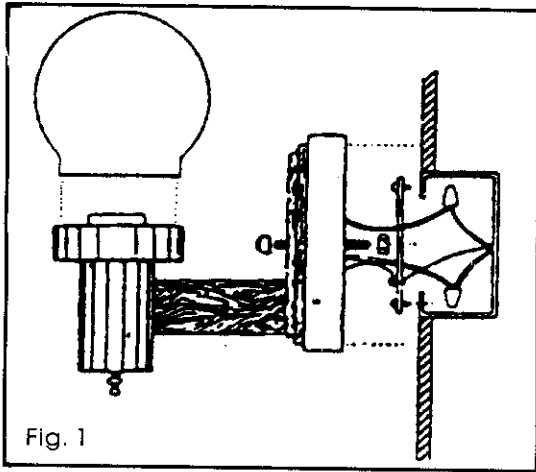
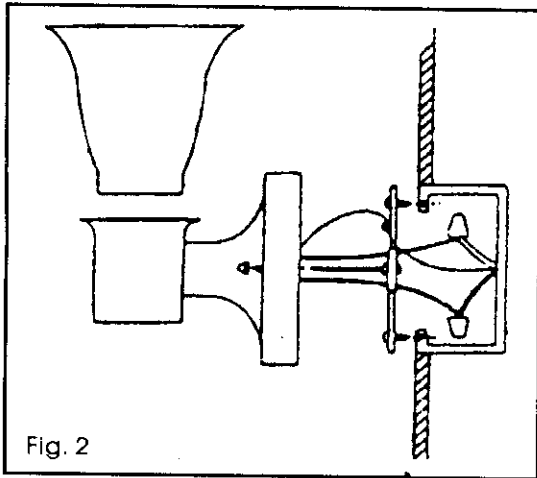

Fig. 1
Fig. 2
2. Some fixtures are provided with a threaded nipple (see Fig. 1 and Fig. 5) or machine screws (see Fig. 2 and 2A) for attaching the fixture to the mounting bracket. If your fixture is supplied with a threaded nipple screw, the nipple 3 complete turns into the mounting bracket and lock into place with a hexagon lock nut. If your fixture is supplied with machine screw, thread the machine
2. Algunas lamparas vienen con un tubo de roca (ver fig. 1 y 5) o tornillos de metal (ver fig. 2y 2a) para fijar la lampara a los soportes de montaje. Si su lampara tiene un tubo de roca, atornille el niple 3 completamente en el soporte y fíjelo en su lugar con la tuerca hexagonal. Si su lampara tiene tornillos de metal, introduzcalos en el lado opuesto del soporte de